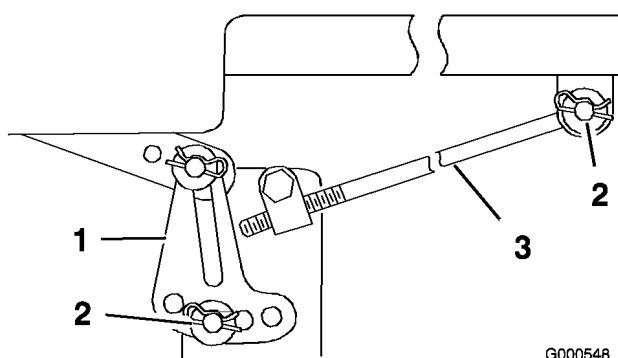

Bild 48
Hinweis: Merken Sie sich vor dem Entfernen des Mähwerks, welche Löcher in den Nivellierhalterungen verwendet werden (Bild 48).
5. Entfernen Sie den Splint und die Scheibe von der Einstellstange (Bild 48) an jeder Seite des Mähwerks.
6. Entfernen Sie den Splint und die Scheibe von den Mähwerk-Nivellierhaltern (Bild 48). Merken Sie sich das Loch, in dem die Nivellierhalterung befestigt ist, für den Wiederaufbau. Schieben Sie die Bügel vom Montagestift herunter.
5. Befestigen Sie die Einstellstange an jeder Seite des Mähwerks mit der Scheibe und dem Splint an der Maschine (Bild 48).
6. Schieben Sie die Nivellierhalterungen auf die Befestigungsstifte und befestigen Sie die Halterungen mit den Scheiben und Splints ab (Bild 48).